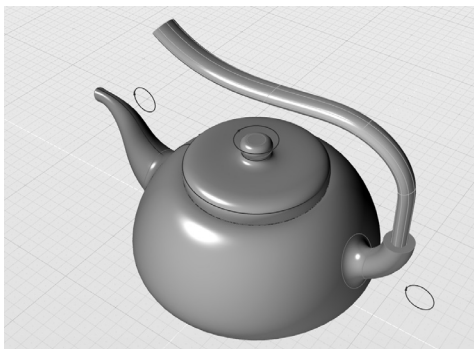

图 5-68 创建放样 8.5 曲面
4) 当控制台提示“拾取挤出路径曲线”时，选择前面创建的开放 NURBS 曲线，获得结果如图 5-68 所示。